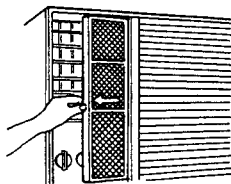

Fig. 5 Abb. 5 第5图
1. Remove the Air filter from the front cover assembly by pulling leftward. Fig. 5.
1. Den Luftfilter aus den Front platte durch das Ziehen links. Abb. 5.